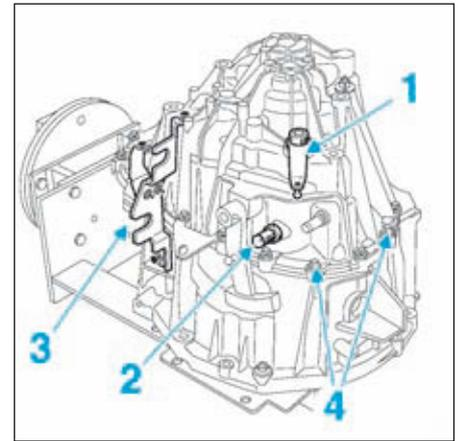
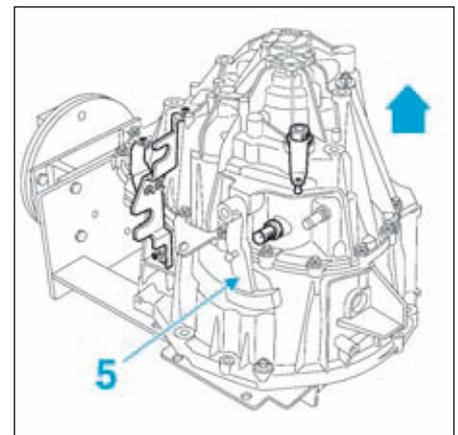

FIG.9
FIG.10
- Déposer (Fig.9) :
- le levier de sélection (1).
- le contacteur (2) de feux de marche arrière.
- le support (3) de câbles de commande.
- les vis (4) de tour de boîte de vitesses.
- Déposer le carter vers le haut tout en pivotant le levier de passage (5) (Fig.10).